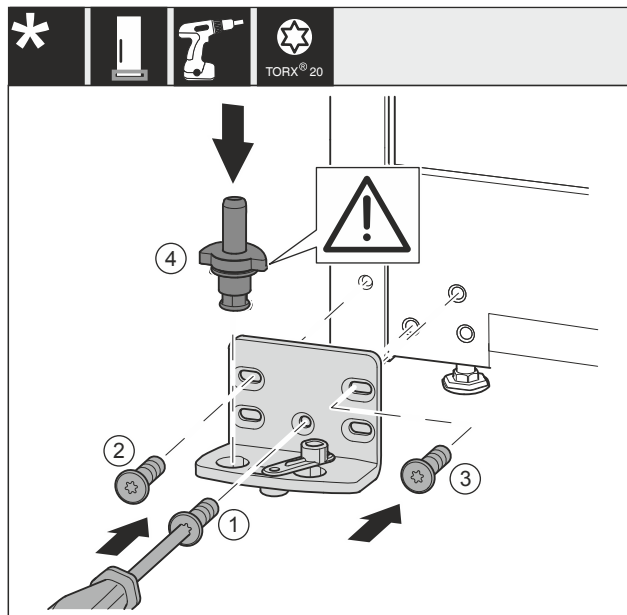

Fig. 37 *
- ▶ Встановіть опорний кронштейн з іншого боку та прикрутіть його за допомогою викрутки. Почніть із Fig. 37 (1) знизу посередині.*
- ▶ Закрутіть гвинт Fig. 37 (2) та Fig. 37 (3).*
- ▶ Повністю вставте опорний гвинт Fig. 37 (4). При цьому виступ фіксатора повинен бути спрямований назад.*